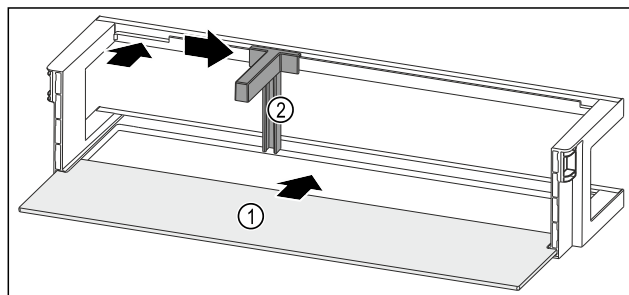

Fig. 184 带搁板的门边存放架
- ▶ 将搁板 Fig. 184 (1)推入侧面凹槽。
- ▶ 将瓶托 Fig. 184 (2)装入槽中。
- ▶ 将瓶托 Fig. 184 (2)推至一侧的所需位置。